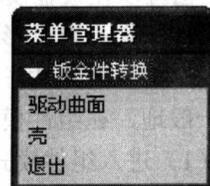

图 1.9 “钣金件转换”菜单
- (3) 此时会弹出“钣金件转换”菜单，如图 1.9 所示。这个菜单中提供了两种转换方式：“驱动曲面”与“壳”。在选择某种方式并进行相应设置之后，系统会将实体零件转换为钣金零件，并进入钣金件设计模式。